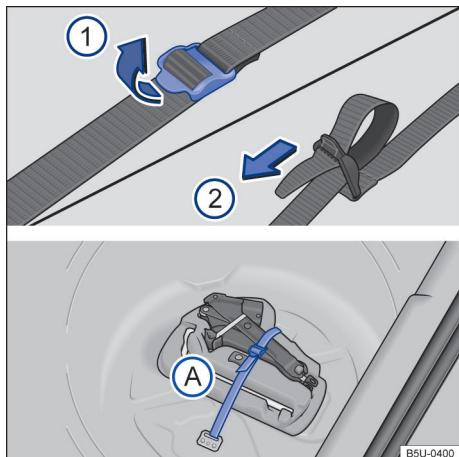

Fig. 123 No compartimento de bagagem: cinta de fixação da caixa de ferramentas e caixa de ferramentas de bordo.
Para soltar a cinta de fixação → Fig. 123 (A), puxar a fivela no sentido da seta (1).